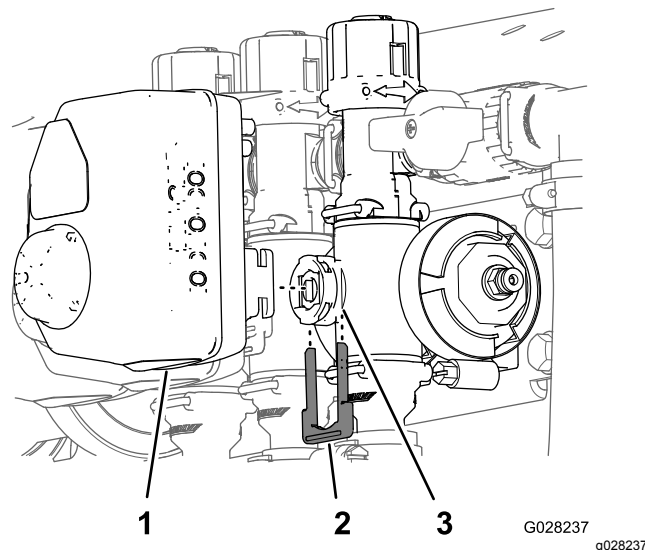

Figura 77
2. Rimuovete il fermo che fissa l'attuatore alla valvola del collettore per la valvola di sezione o la valvola dell'agitatore (Figura 77).